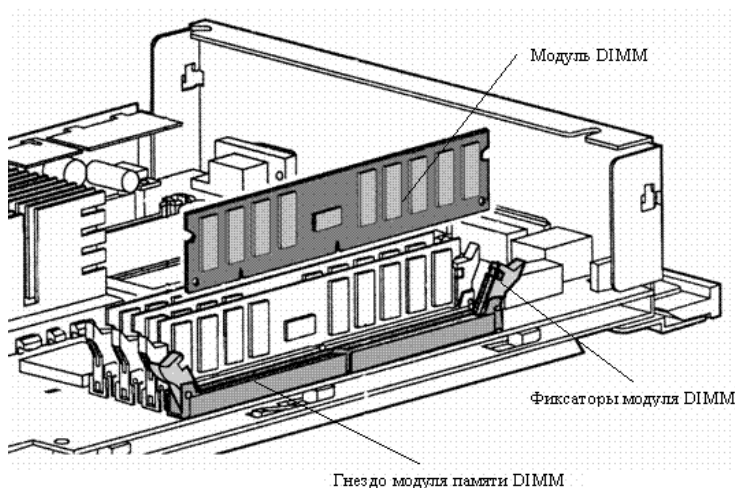

Рисунок 3.9 Установка модуля памяти DIMM
- Надавите на верхнее ребро модуля памяти, так, чтобы он плотно вошел в гнездо и сомкнулись защелки, фиксирующие модуль в гнезде. Защелки DIMM находятся в прижатом состоянии, когда модуль вставлен в слот, и откинуты в стороны, когда модуль вынут (рисунок 3.9)